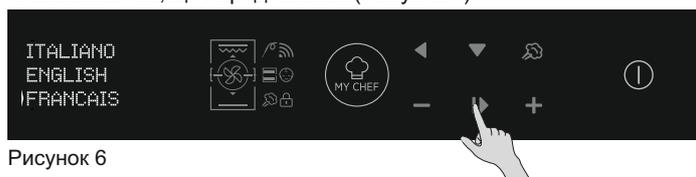

Рисунок 6
- Натисніть **ОК**, щоб продовжити. (Рисунок 6)